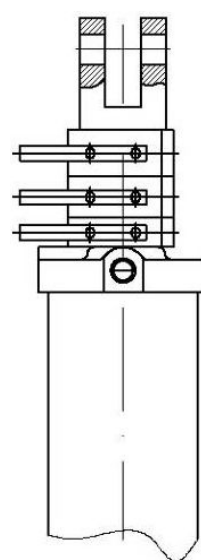

Рис. 6.4.3. На штоки всех цилиндров установлено равное количество ограничителей
1. Удерживать рукоятку гидрораспределителя трактора в положении "подъем" несколько секунд, пока штоки всех цилиндров не выдвинутся полностью и агрегат не будет поднят. При этом масло будет обходить поршень каждого предыдущего, уже сработавшего цилиндра и заполнять последующий (рис. 6.4.3).